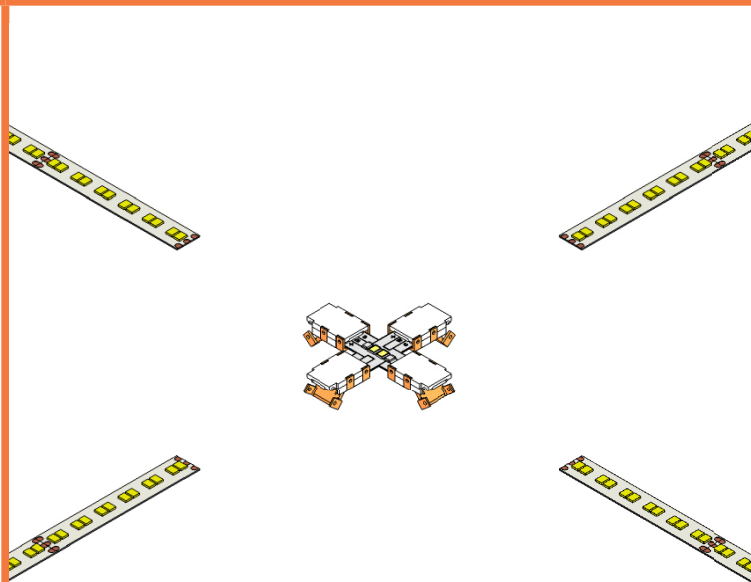

Figure 2
4. Vérifiez que tous les contacts en cuivre sont bien enfoncés et alignés avec les broches du connecteur. (Voir la Figure : 2)